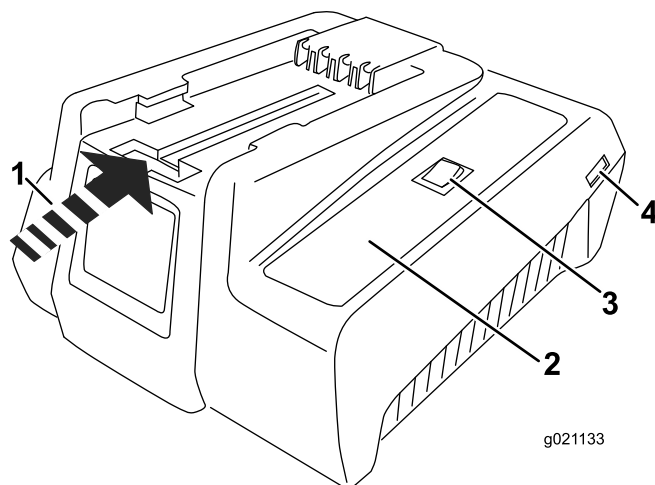

Figura 5
1. Si el cable de alimentación no está enchufado en el cargador, enchúfelo en el cargador (Figura 5), luego enchufe el cable de alimentación eléctrica en una toma de corriente.
2. Ponga la batería boca abajo y alinee el terminal de la batería con la ranura del cargador (Figura 5 y Figura 6).